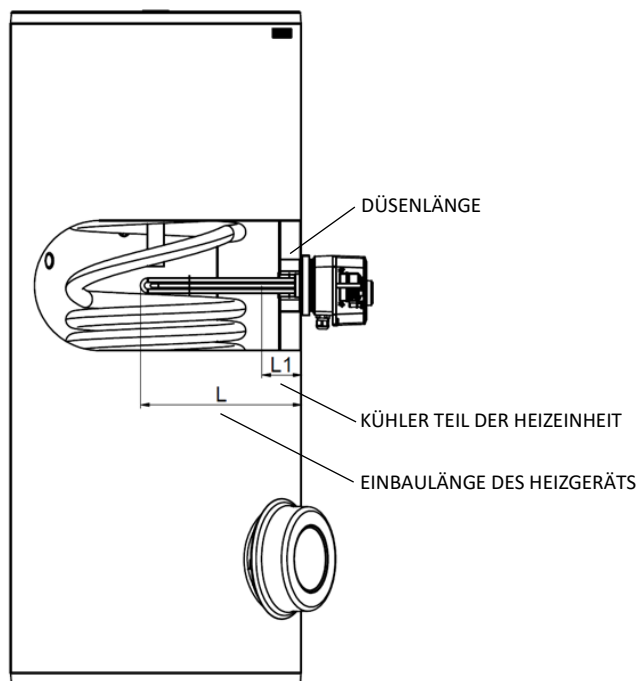

Abbildung 3
***Aufmerksamkeit!** Beim Heizgerät TJ 6/4" 3,3 kW ist der Kaltteil kürzer als bei anderen Typen. Die Düse muss so lang sein wie die Länge des kalten Teils TJ – siehe Abb.3
- **Einbaulängen der Heizkörper L und L1 siehe Tabelle 1 und Bild 3.**